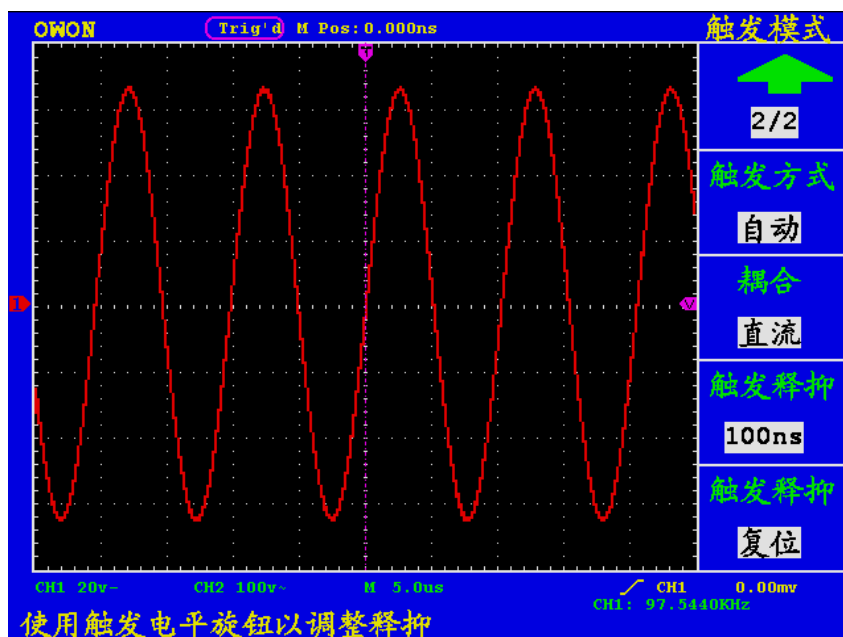

图 46： 上升沿触发波形（第二页）
- 8、按 **F3** 菜单选择按键，选择耦合为 **直流**。屏幕显示见图46。